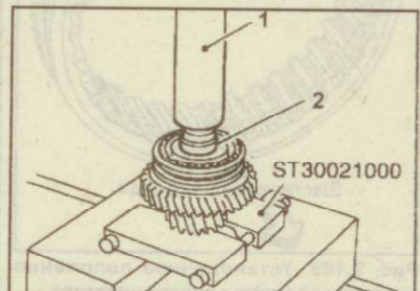

Рис. 9.102. Использование оправки (1) для установки втулки шестерни 2-й передачи (2)
7. Установите втулку шестерни 2-й передачи так, чтобы ее фланец был направлен к ступице муфты синхронизатора 1-й и 2-й передач (рис. 9.102).